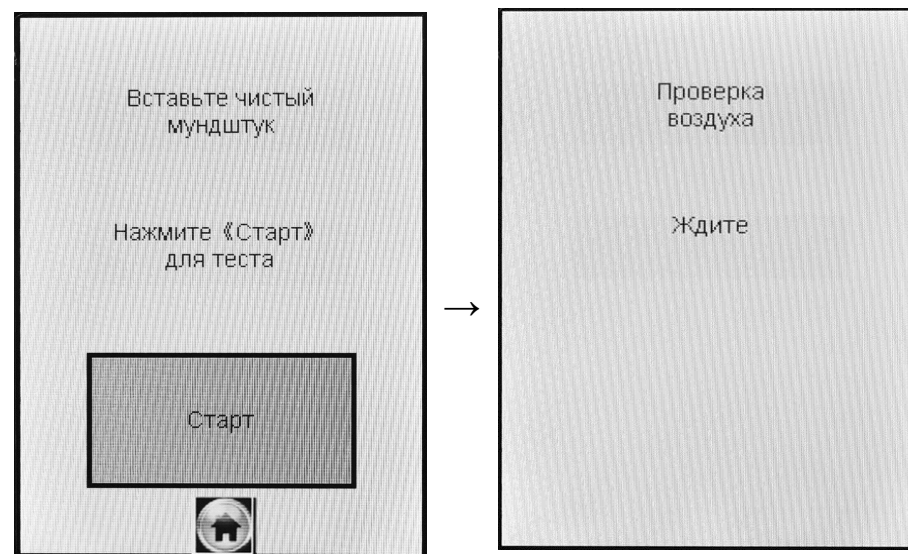

Рисунок 13 – Начало процедуры измерения
2.7.6 Когда данные всех полей будут введены, на экране появится окно с сообщением «Вставьте чистый мундштук» (рисунок 13, слева):
В этот момент происходит отбор пробы воздуха из мундштука (слышен двойной щелчок срабатывания заборной системы) для проверки его на отсутствие паров этанола, а также на отсутствие остаточного алкоголя в заборной системе анализатора (рисунок 13, справа).